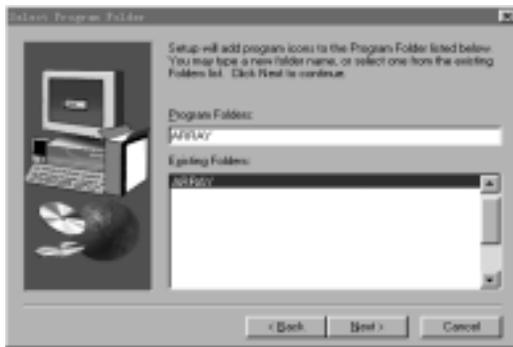

图 1.7 设定程序集名称画面
- 若用鼠标左键单击 (Next) 按钮, 则进行下一步安装, 出现如图 1.7 所示的设定程序集名称画面。
6. 在图 1.7 所示的设定程序集名称画面上设定您喜欢的程序集名称 (其原始名称为 ARRAY)，设置完毕后：